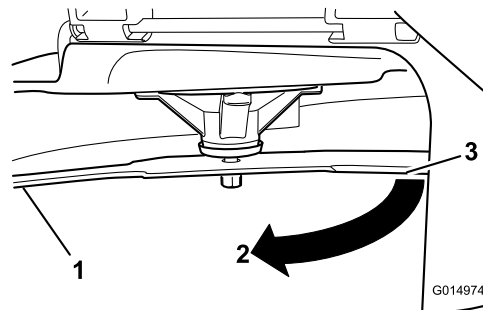

Figura 65
3. Distancia medida entre la cuchilla y la superficie (A)
4. Gire la misma cuchilla 180 grados de manera que el otro extremo esté en la misma posición (**Figura 65**).